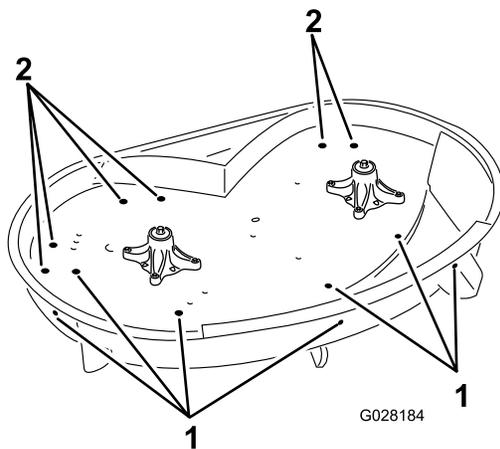

Bild 4
- Ermitteln Sie die Löcher, die in Bild 4 abgebildet sind und gehen Sie folgendermaßen vor: